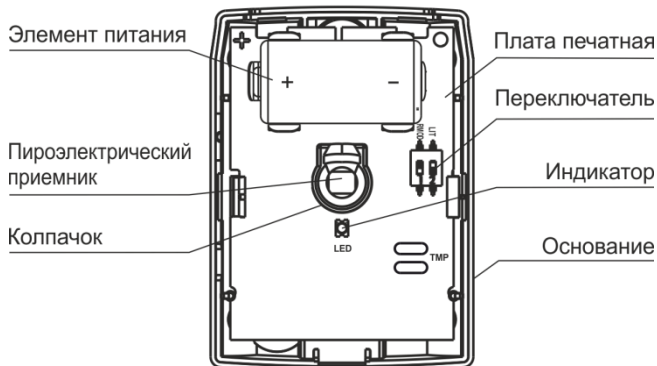

Рисунок 3
**5.1** Конструктивно извещатель выполнен в виде блока, состоящего из основания и съемной крышки. Внутри блока смонтирована печатная плата с радиоэлементами (рисунок 3).